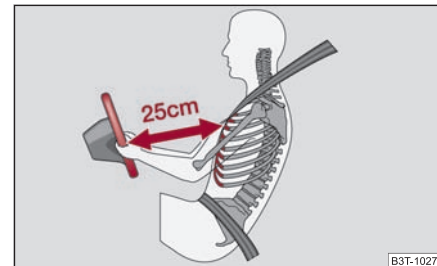

Abb. 4 Der richtige Abstand des Fahrers vom Lenkrad
- Stellen Sie das Lenkrad so ein, dass der Abstand zwischen Lenkrad und Brustbein mindestens 25 cm beträgt ⇒ Seite 11, Abb. 4. Wenn Sie den Mindestabstand nicht einhalten, kann Sie das Airbag-System nicht schützen – Lebensgefahr!